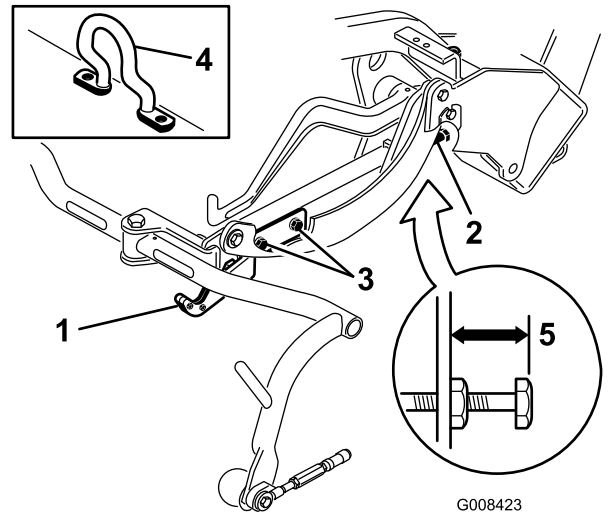
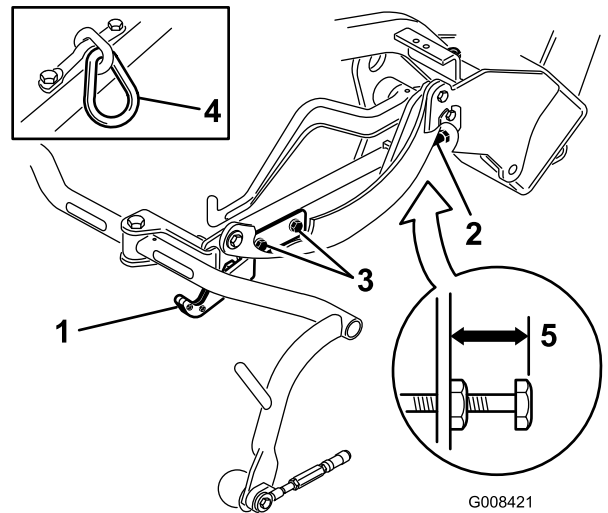
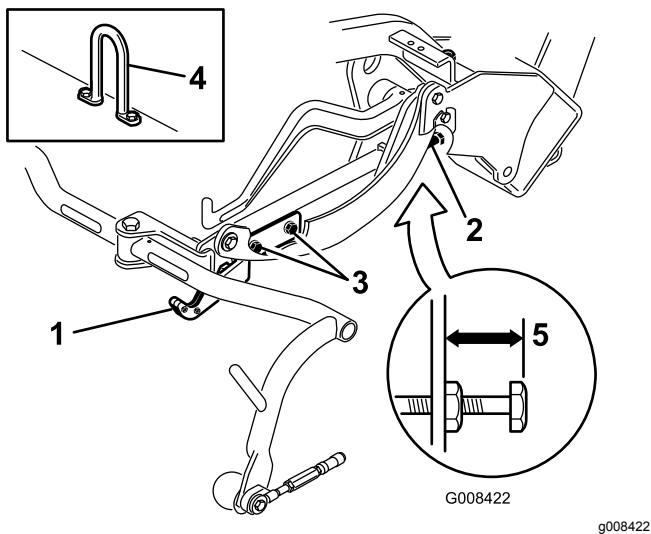

图 13
图 14
图 15
3. 在配备链节或垂直吊钩的滚刀组图 14 和图 15 插页上确认从承载架调节螺丝的顶部到承载架背面的距离是否为 22mm。如果距离不是 22mm 请转至步骤 4。如果滚刀组配备了偏置提升杆图 13 请转至下一步。
检查行驶高度图 14 和图 15 必要时进行调节。
2. 在配备偏置吊钩的滚刀组图 13 插页上确认从承载架调节螺丝的顶部到承载架背面的距离是否为 25mm。如果距离不是 25mm 请转至步骤 4。
4. 拧松行走板安装螺丝图 14、图 15 和图 13。
7. 如果承载架高度不同请拧松承载架调节螺丝上的锁紧螺母图 13、图 14 和图 15。向外旋转螺丝可升起向内旋转可放低。达到适当高度后拧紧锁紧螺母。